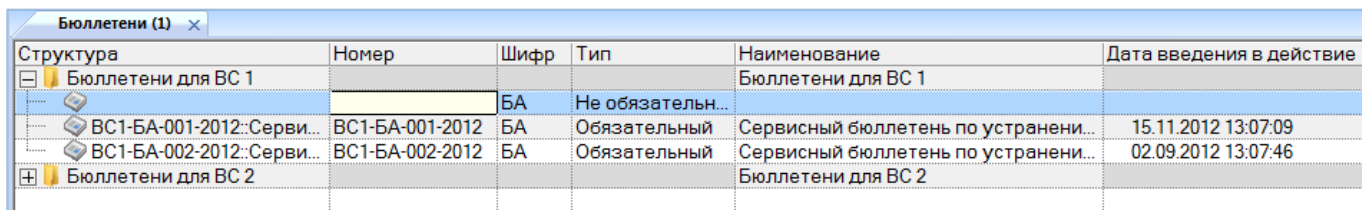
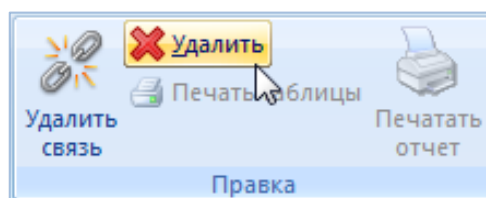

Рис. 13-505 – Ввод характеристик бюллетеня
Рис. 13-506 – Кнопка «Удалить» панели «Правка»
- 2) Выбрать папку или любой из размещенных в ней бюллетеней (1 на рис. 13-505).
4) Нажать кнопку «Бюллетень» панели «Создать» (2 на рис. 13-505). Выбранная папка раскроется и в ней появится новый бюллетень (1 на рис. 13-506).
5) Ввести «Номер» бюллетеня (2 на рис. 13-506). Новый бюллетень будет создан.